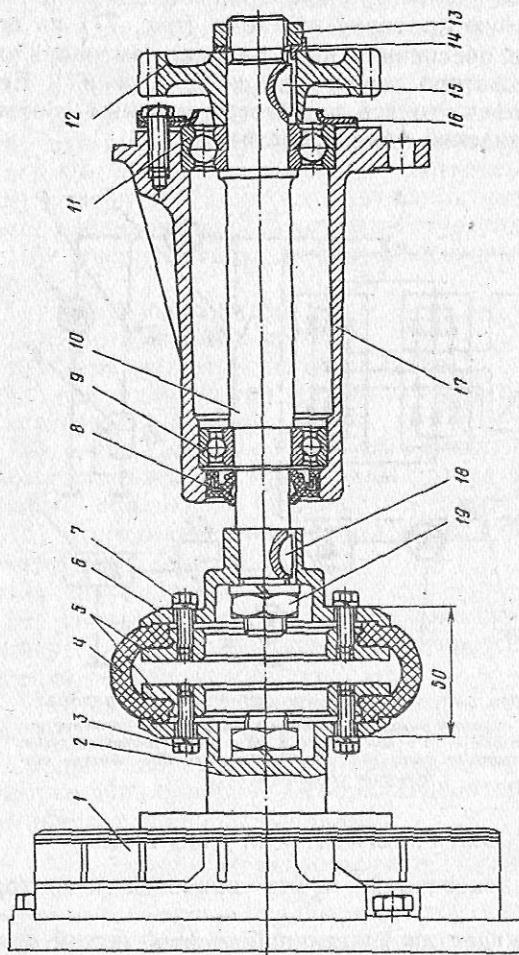

Рис. 78. Привод генератора:
б) во внутреннюю полость оболочки 4 (рис. 78) вставить два кольца 5 таким образом, чтобы внутренний буртик оболочки вошел в соответствующие проточки колец; при необходимости пользоваться отверткой с притупленными кромками рабочей части;
3. Генератор в сборе с муфтой установить на кронштейн и продвинуть его в сторону привода до соприкосновения торца оболочки с торцом ведущей полумуфты 6. После этого перемещением генератора в осевом направлении установить размер 50 мм между наружными плоскостями ведущей и ведомой полумуфт, как показано на рис. 78.